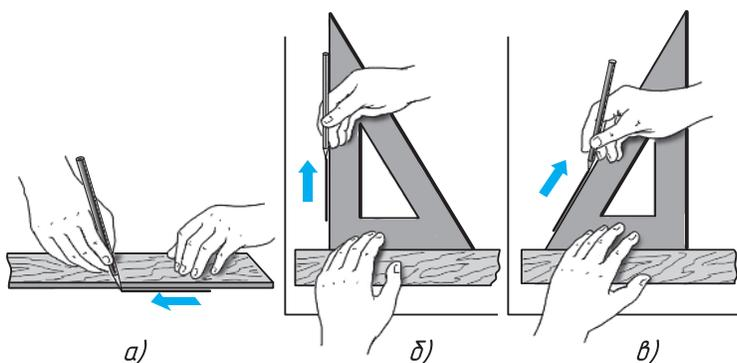

Рис. 15. Приемы проведения линий: *а* — горизонтальных; *б* — вертикальных; *в* — наклонных
1.3. Как работать чертежными инструментами. Прямые линии сначала проводят вдоль кромки линейки или угольника без нажима твердым, остро заточенным карандашом, а затем обводят мягким карандашом или карандашом средней твердости. При этом карандаш немного наклоняют в сторону движения, как показано на рисунке 15. Горизонтальные линии проводят слева направо, вертикальные и наклонные — снизу вверх (см. рис. 15, *а*, *б*, *в*).